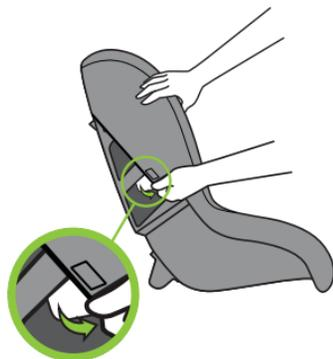

Figure 98
- Détachez la languette latérale de chaque côté en la faisant glisser sous le bord de la coque intérieure, comme indiqué dans la **Figure 98**.